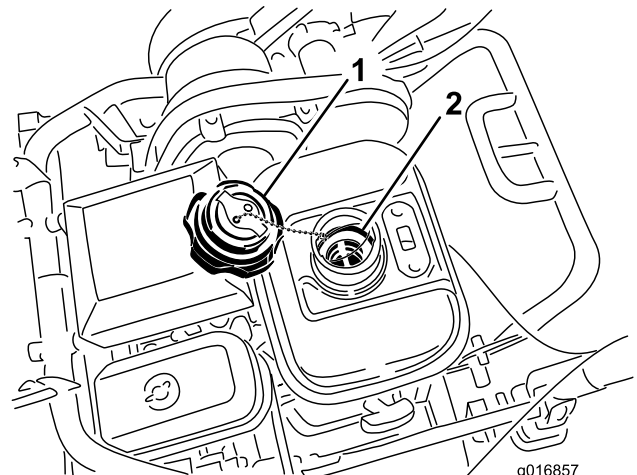

Figura 40
1. Desenrosque y retire el tapón del depósito de combustible (Figura 40).